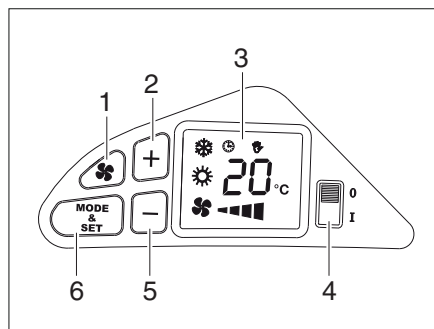

Fig. 127 Panneau de commande
- Enclencher la climatisation avec l'interrupteur (Fig. 127,4). A l'enclenchement, le système attend toujours 2 minutes avant d'enclencher le compresseur et de se mettre en service.
- Sélectionner le mode de fonctionnement désiré avec la touche (Fig. 127,6). Les symboles à l'écran (Fig. 127,3) indiquent le mode de fonctionnement sélectionné:
- En appuyant simultanément sur la touche (Fig. 127,1) et une des touches (Fig. 127,2) ou (Fig. 127,5), on règle la vitesse de ventilation en mode manuel.
- En appuyant sur les touches (Fig. 127,2) ou (Fig. 127,5), on règle la température
- Mettre la climatisation hors service avec l'interrupteur (Fig. 127,4).